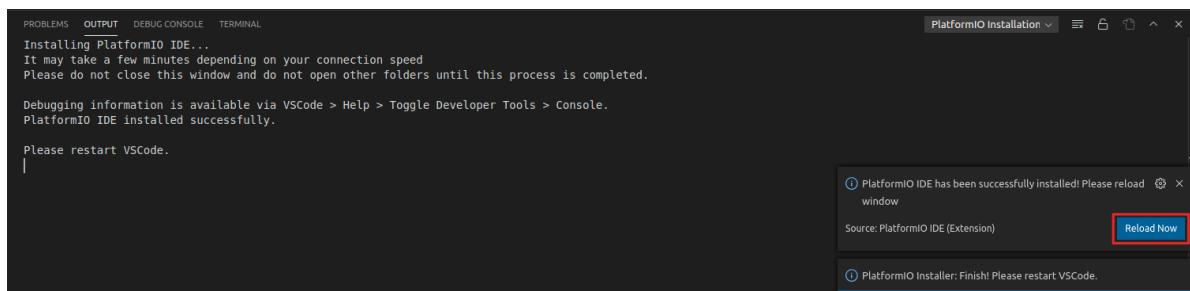

Figura 32. "Reload Now" depois da instalação do PlatformIO
- e. A janela OUTPUT na parte inferior irá informá-lo sobre o processo de instalação. Uma vez terminado, clique em "Reload Now" (Recarregar Agora) na janela inferior direita, e PlatformIO será instalado dentro do VSCode (Figura 32).